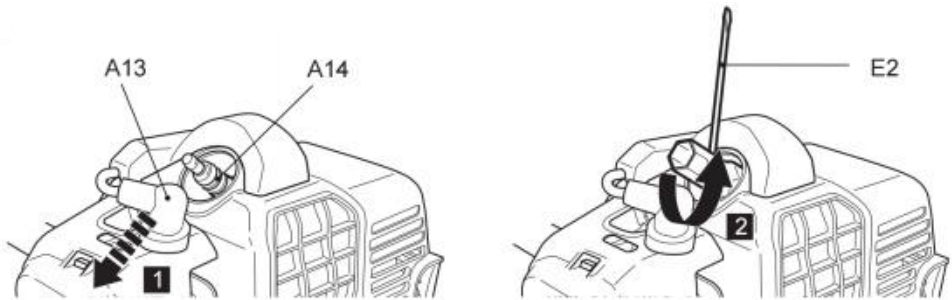

Fig. 78
2. Draai de bougie (A14) linksom los met behulp van het multitool (E2) en verwijder deze voorzichtig (Fig. 78).